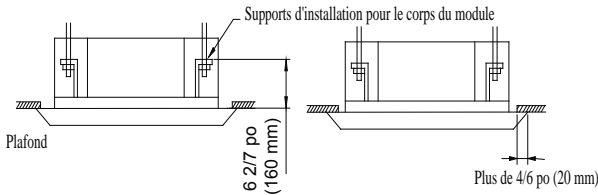

Figure 59 – Perçage de trous
2. Réglez l'appareil de façon adéquate pour l'installation. Consultez la fig. 59.